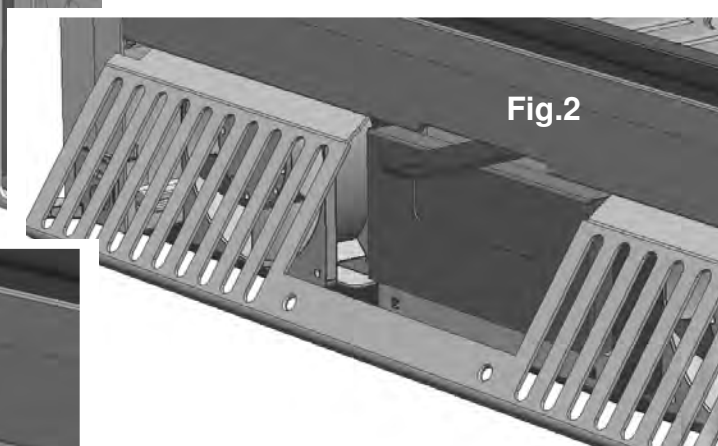

Fig.2
1. Desserrez la grille frontale en dévissant les deux vis de la partie inférieure (Fig.1 et Fig.2).